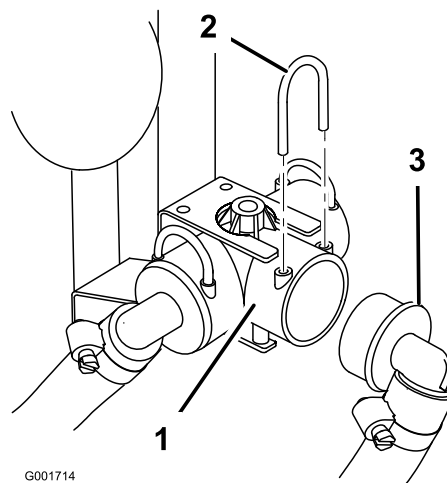

Figura 6
1. Individuate il gruppo valvola sul lato destro del serbatoio e rimuovete la forcella di fissaggio per scollegare il flessibile di alimentazione della barra dal raccordo a T (Figura 6).